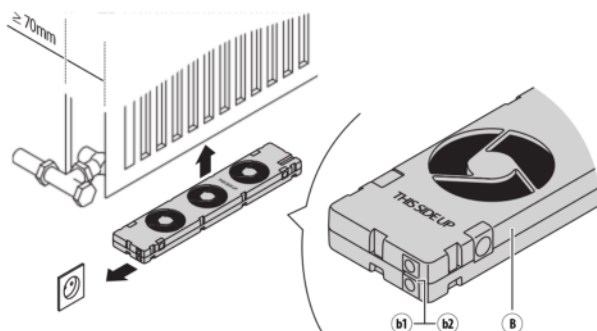

Fig. 1 - Positionnement du SpeedComfort (B1).
1. Assurez-vous que le **SpeedComfort** (B1) soit orienté vers le haut et que les **connecteurs femelles** (b1, b2) pointent vers la prise murale (voir fig. 1).